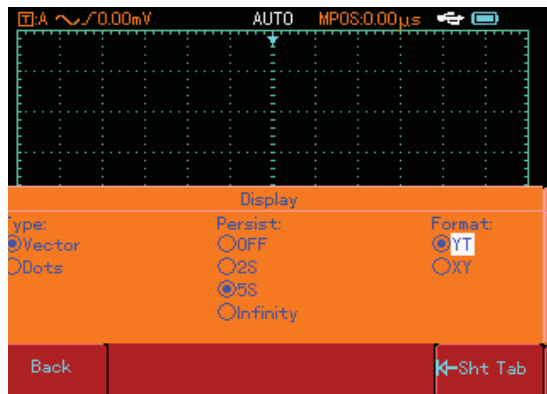

Abbildung 2-5 Bedienung des Menüs "Format" mit dem Jog-Dial
- b. Wählen Sie mit dem Jog-Dial-Rad den Punkt als Anzeigetyp aus. Das ausgewählte Menü wird fett dargestellt. Drücken Sie dann zur Bestätigung einmal auf das Wählrad. "Dot" ist nun als Anzeigetyp ausgewählt, und die fettgedruckte Auswahlanzeige auf dem Bildschirm springt automatisch zum Menü "Continuous" (Serienbild), wie in Abbildung 2-4 dargestellt. Drehen Sie das Auswahlrad, um den Dauermodus auf 5s einzustellen, und drücken Sie dann das Auswahlrad einmal zur Bestätigung. Auf dem Bildschirm wird dann das Formatmenü angezeigt. Wenn Sie das Format ändern möchten, wiederholen Sie die obigen Schritte. Andernfalls drücken Sie den Jog-Dial, um das Menü zu schließen (siehe Abbildung 2-5).